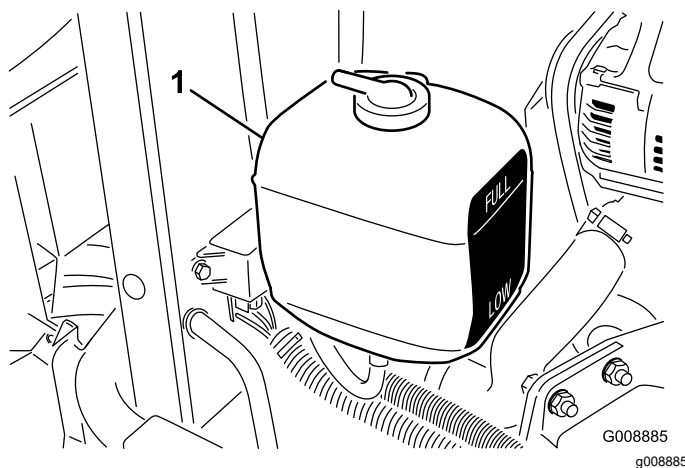

Figura 31
2. Controllate il livello del refrigerante nel serbatoio di espansione (**Figura 31**). A motore freddo il livello del refrigerante deve essere a metà circa tra i segni riportati sul fianco del serbatoio.